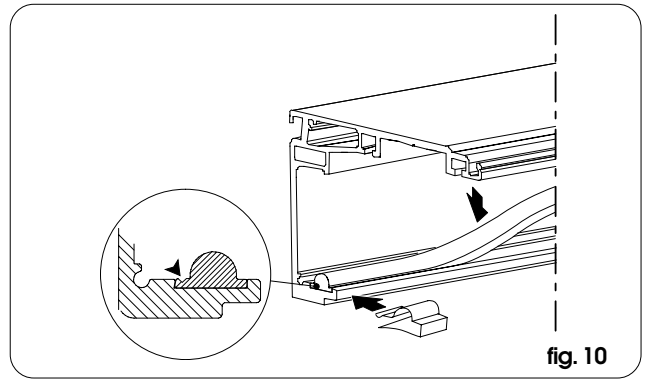

fig. 10
- Plaats de glijrail in zijn behuizing en blokkeer hem aan de uiteinden met de daarvoor bestemde veerclips (fig. 10). Bij tweevleugelige deuren dient ook in het midden een veerclip te worden aangebracht.
- ➔ De geleider is niet symmetrisch, maar moet in een bepaalde richting worden gemonteerd: de zijde met een kleine groef moet naar de muur worden gericht (fig. 10). Bovendien moet de geleider aan beide uiteinden ongeveer 1 cm korter zijn dan het steunprofiel.